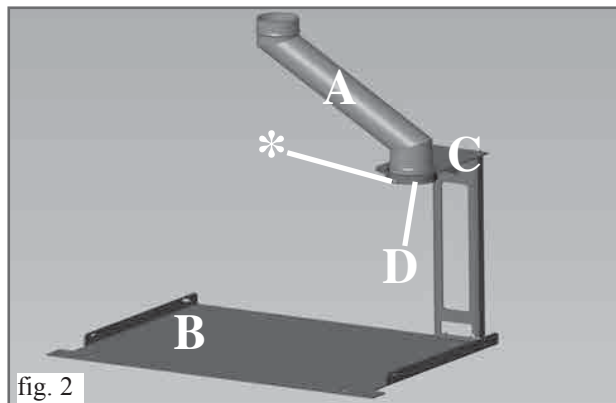

fig. 2
- Intubare la vecchia canna fumaria in muratura con canna in acciaio e applicare alla sua base lo spezzone di canale da fumo (A) per collegarsi all'uscita fumi dell'inserto (che risulterà disassata).
- Installare e fissare con tasselli la piastra di appoggio (B) nella posizione definitiva che avrà l'inserto.
- Posizionare e fissare (con i bulloni in dotazione) la staffa (C) di centraggio dello spezzone di canale da fumo (A).
- Calzare lo spezzone di canale da fumo sul collare (D) della staffa (C) appoggiandolo sulla vite (*) (fig. 2).